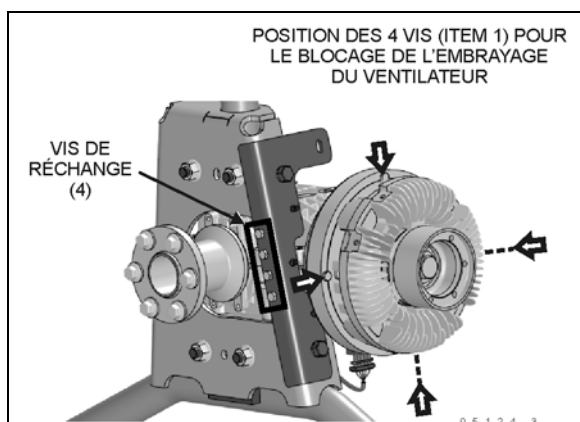

FIGURE 38 : VERROUILLAGE MÉCANIQUE
- Dévisser et retirer les 4 vis de rechange à tête hexagonale M6x12 vissées sur la partie angulaire du support de boîtier du ventilateur (FIGURE 38).